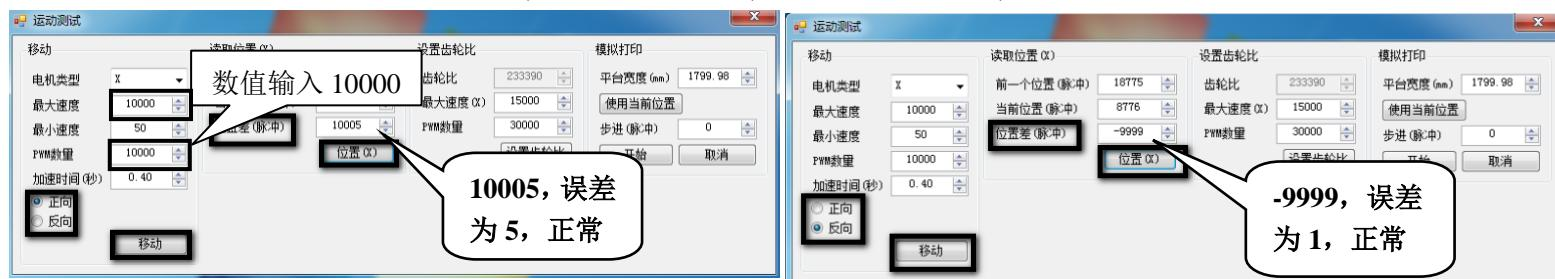

图 7.3 运动测试界面
4、选择 X，依次设置好参数，选择正向，在确保墨栈刮片没有刮到小车底部的情况下点击“移动”，小车会向终点方向移动相应距离，这时点击位置，观察“位置差（脉冲）”的数值，得到的数值为  $10000 \pm 10$ ，则齿轮比正常，如果和  $10000 \pm 10$  的标准相差很大，则需要检查光栅的安装或者光栅读头是否有异常。同理选择反向测试。如此类推，进行 Y 和 Z 的测试，验证 Y 和 Z 是否正常，如图 7.3。测试正常后安装喷头。